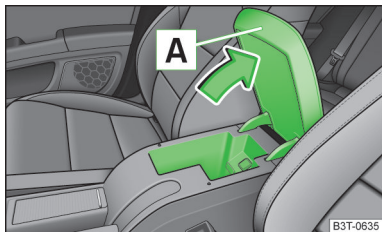

Fig. 88
- Tirer sur le couvercle de l'accoudoir en le prenant par la poignée **A** dans le sens de la flèche pour l'ouvrir » fig. 88.
- Il faut ouvrir le couvercle jusqu'en butée pour pouvoir le rabattre vers le bas dans le sens inverse de la flèche » fig. 88.